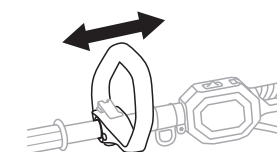

Fig. 2B
2. Coloque el mango auxiliar delantero en el eje superior de la cortadora. (Fig.2B)